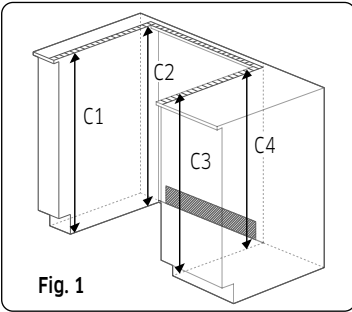

Fig. 1
1. Le plan de travail autour des découpes doit être plat et ajusté (voir la zone hachurée sur la Fig. 1).
2. Avant d'installer l'appareil, mesurez les hauteurs des deux côtés du meuble (C1 à C4), à l'avant et à l'arrière (voir Fig. 1) entre le sol et la face supérieure du plan de travail.